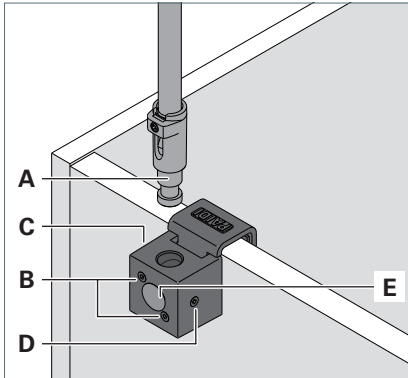

Fig. 2: Leuchte an senkrechter Montageoberfläche montieren.
- ▶ Fixieren Sie die Tischklemme mit den Schrauben **B** an der Montageoberfläche, siehe Fig. 2.